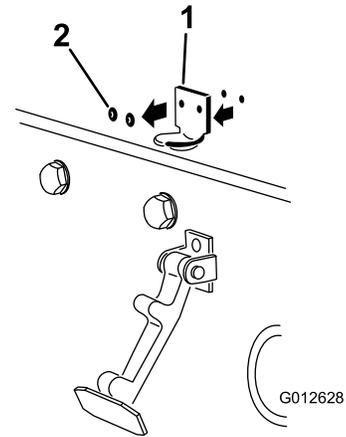

图 7
2. 卸下将机罩门锁支架固定至机罩的铆钉 2 个 图 7。从机罩上卸下机罩门锁支架。